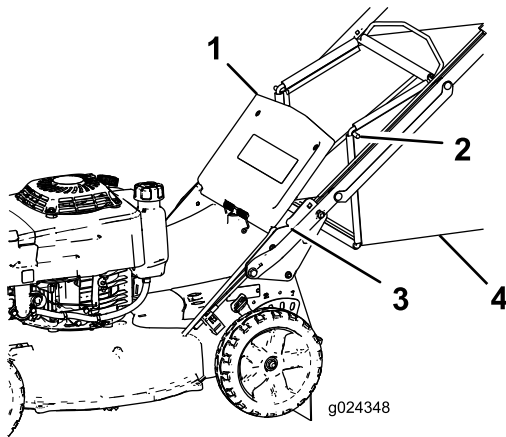

Bild 16
2. Heben Sie die hintere Klappe an und halten Sie sie hoch (Bild 16).
4. Setzen Sie die Enden der Fangkorbstange in die Kerben an der Unterseite des Bügels ein und bewegen den Fangkorb nach vorne und hinten, um sicherzustellen, dass die Enden der Stange richtig in den Kerben sitzen (Bild 16).
3. Nehmen Sie die Fangkorbstange am Fangkorb aus den Kerben an der Unterseite des Bügels (Bild 16).